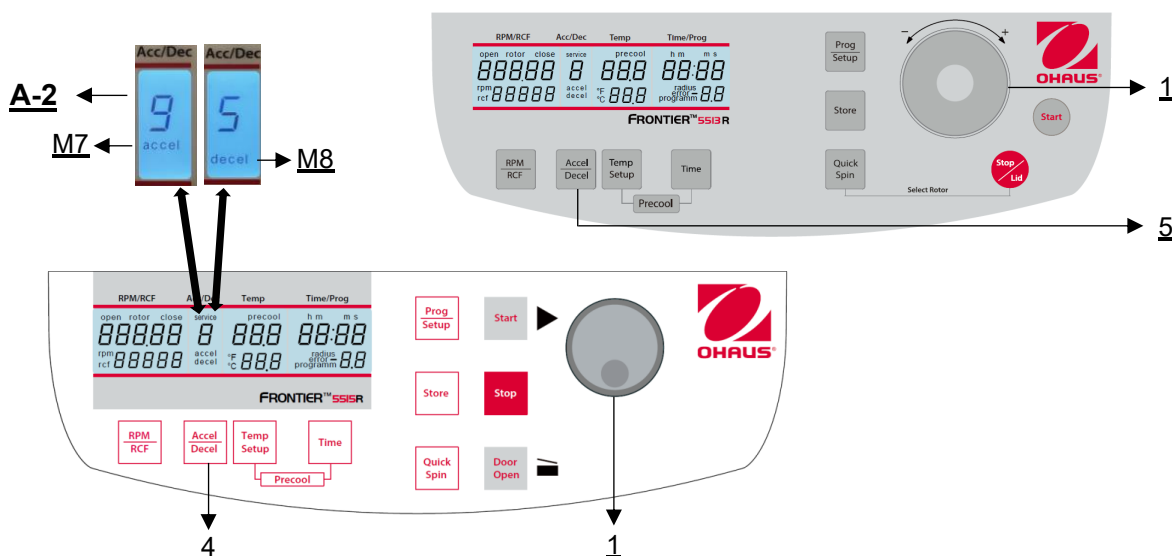

Figura 14
Questa funzione viene attivata tramite il tasto **"Accelera/Decelera"** (4) (vedere Figura 14).